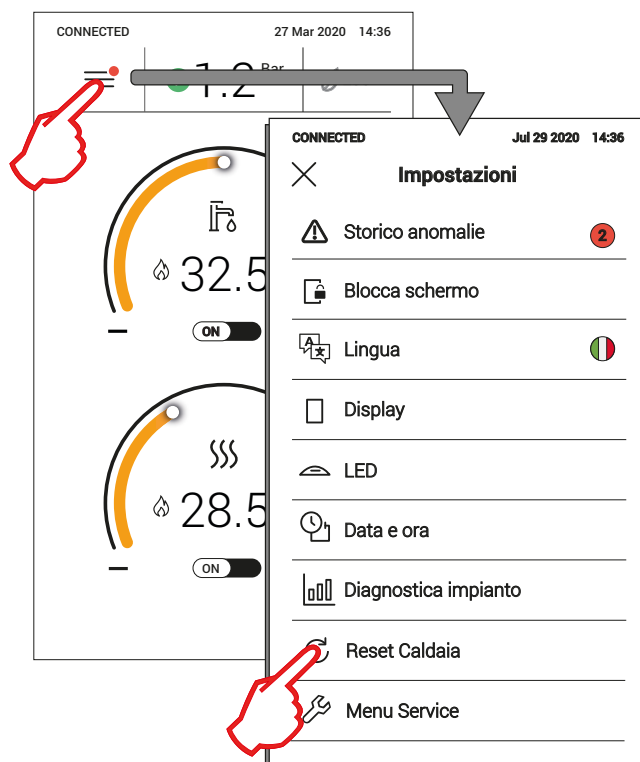

fig. 34
- 2 - Toccando l'icona del menu principale e successivamente [Reset Caldaia] quando appare una schermata simile a quella illustrata in fig. 34 (icona del menu principale con pallino rosso).